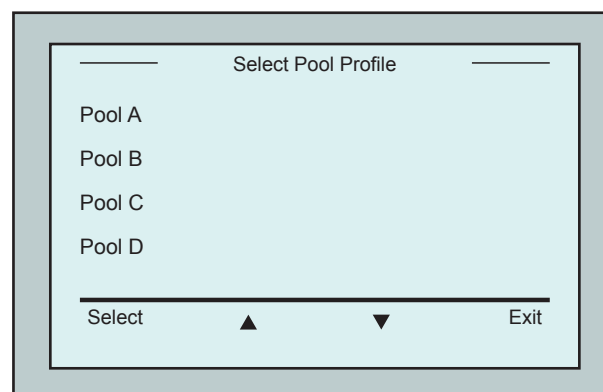

Figura 5: Schermata Profilo di Piscina
2. Premere Pool A per accedere alla schermata *Profilo di Piscina*. La schermata *Profilo di Piscina* è visualizzata (Figura 5).